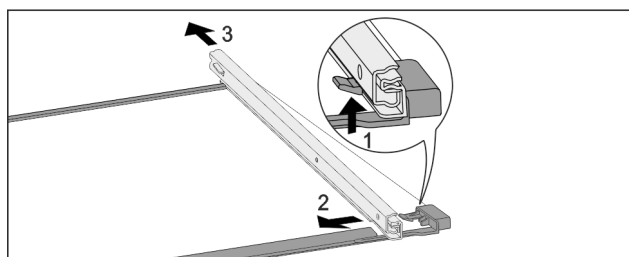

Fig. 180 Glasplade med skinner
- ▶ Tryk den forreste låsekrog op. Fig. 180 (1)
- ▶ Skub udtræksskinnen til siden Fig. 180 (2) og bagud Fig. 180 (3).